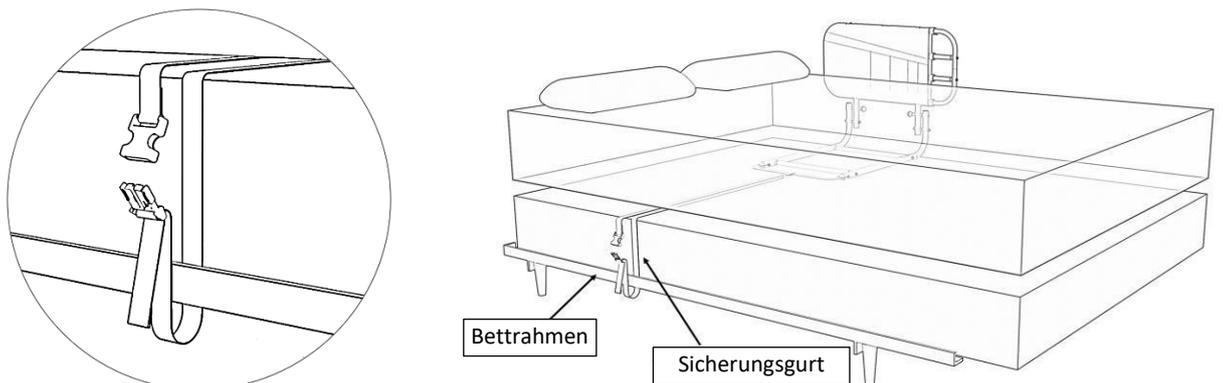

Abbildung 5
- 4.4 Öffnen sie das Schloss des SICHERUNGSGURT und führen sie ihn um den Bettrahmen / Lattenrost. Stecken das Schloss wieder zusammen und testen sie ob das Schloss fest verrastet ist. Anschließend ziehen sie den SICHERUNGSGURT fest an, so dass das Bettseitengitter stramm an der Seite der Matratze anliegt, wie in **Abbildung 5** gezeigt.
Um das Bettseitengitter zu verlängern, drücken Sie den Federknopf und ziehen die Verlängerungsseite des Bettseitengitter nach außen, wie in Abbildung 5 a gezeigt.
Um das Bettseitengitter abzusenken, ziehen Sie die Knöpfe und drehen Sie sie um 90 Grad, wie in Abbildung 5 b und 5 c gezeigt.